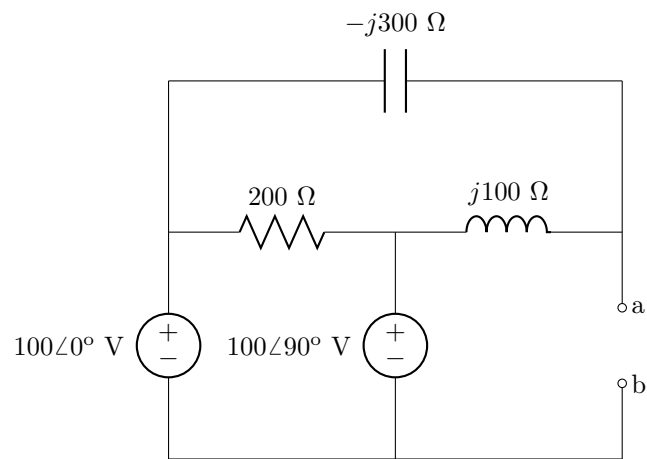

Figura 4.20: Circuito del problema 51.
51. Encuentra el equivalente Thevenin para el circuito de la figura 4.20.